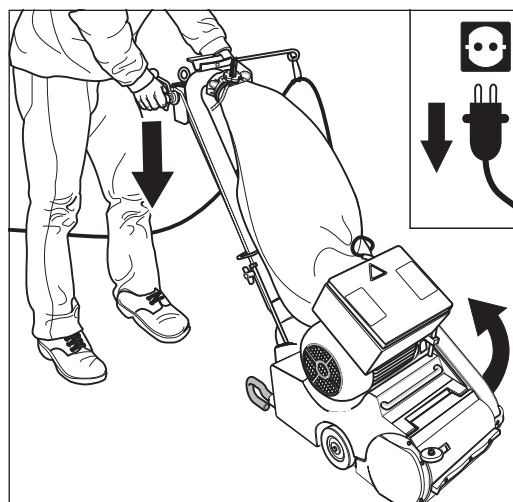
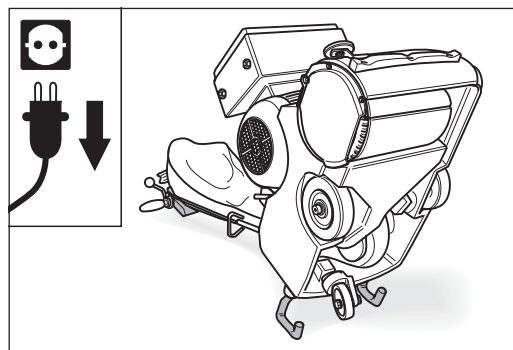

Abb. 82 **Den Netzstecker aus der Steckdose ziehen** und die Maschine über die Sturzbügel nach hinten kippen.
Abb. 83 Die Maschine vorsichtig auf dem Boden ablegen. **Auf einen sicheren Stand der Maschine achten!**
- 3 Kippen Sie die Maschine über die Sturzbügel nach hinten (Abb. 82) und legen Sie die Maschine vorsichtig auf dem Boden ab (Abb. 83). **Achten Sie auf einen sicheren Stand der Maschine!**